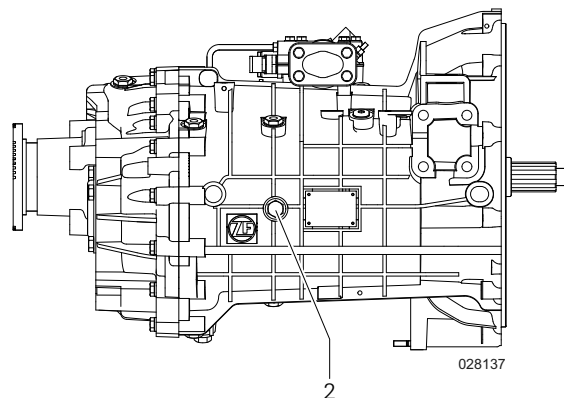

Рис. 5 Вид с правой стороны
- Вывинтить резьбовую пробку отверстия для заправки масла (Рис. 5, Поз. 2).